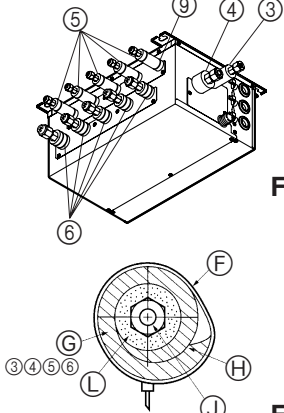
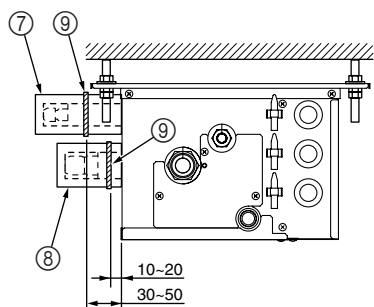

Fig. 7-3
Fig. 7-4
- ⑤ Sezione del raccordo (Fig. 7-3)
- ⑨ Fascetta
- ⑧ Copritubo ③ ④ ⑤ ⑥
- ⑨ Serrare
- ① Isolamento termico per tubazione per refrigerante
- ④ Tubazione per refrigerante
**► Usare le seguenti procedure per quei componenti della scatola delle derivazioni non collegati ad un'unità interna. (Fig. 7-4)**
- (1) Per impedire perdite di refrigerante, assicurarsi che i dadi a cartella siano serrati alle coppie\* specificate nella Tabella 3.